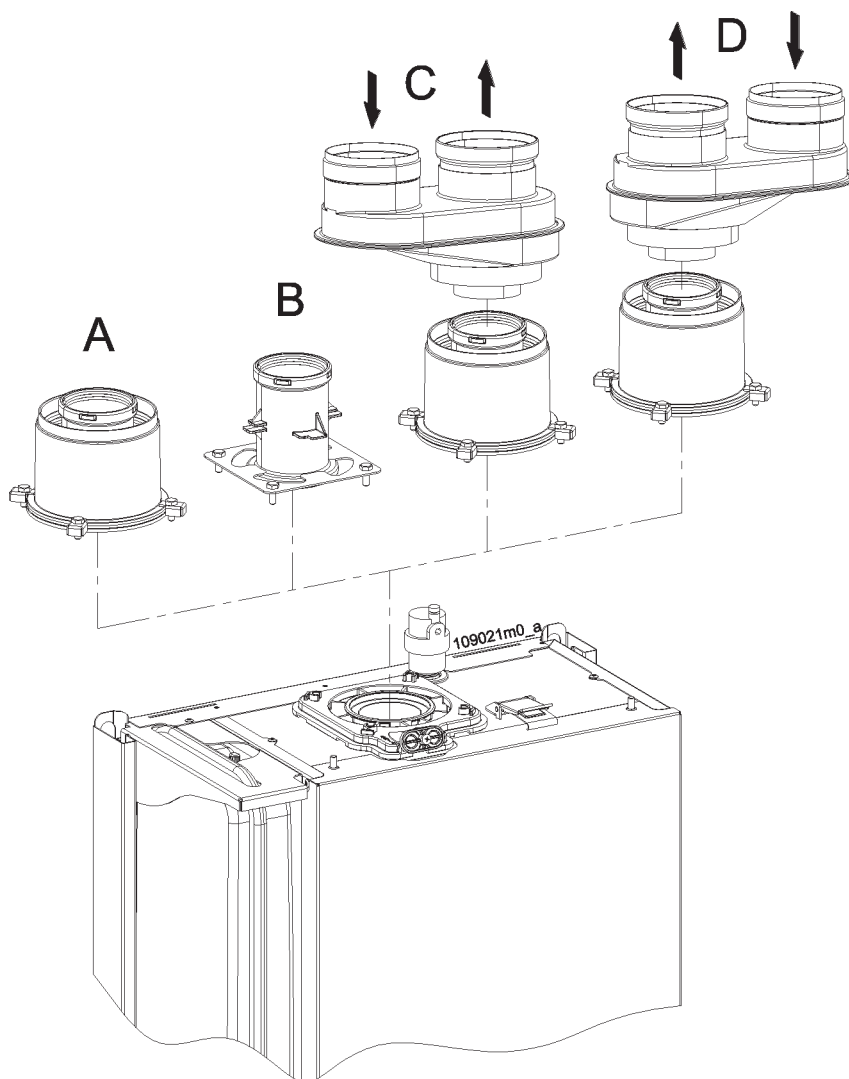

Figura 5-27 - Possibilità di orientamento degli scarichi e delle aspirazioni.
In Figura 5-27 sono mostrate tutte le possibilità di scarico/aspirazione.
Le combinazioni che si possono ottenere con lo scarico/aspirazione sono (fare riferimento alla Figura 5-27):
- 4.-scegliere il lato dell'apparecchio dal quale si vogliono scaricare i fumi ed aspirare l'aria (vedi Figura 5-27);